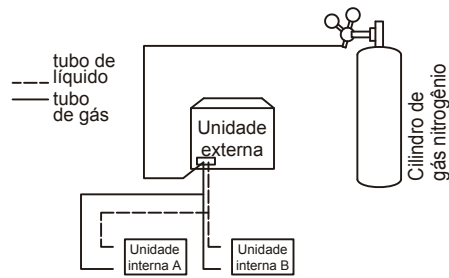

Figura 5.15
4. Use bujões para bloquear todas as aberturas do lado do líquido (ou gás), exceto a abertura na unidade interna que for a mais distante das unidades externas ("unidade interna A" na Figura 5.15).